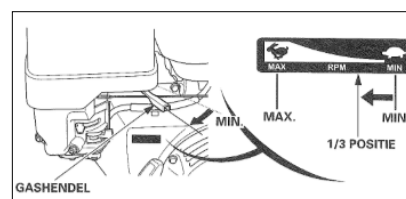
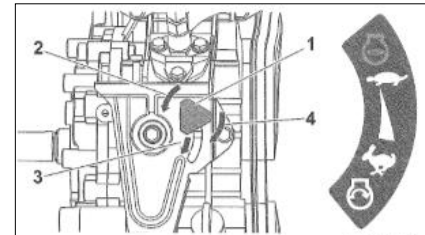

Abbildung 28
Abbildung 32
- Öffnen Sie den Gashebel etwa 1/3 (siehe Abbildung 28).
- Stellen Sie den Gasknopf in die richtige Position, indem Sie den schwarzen Knopf linksherum drehen und nach unten drücken. Wenn dieser in der richtigen Position steht, wieder rechtsherum festdrehen (siehe Abbildung 32).
- Erhöhen Sie mit Hilfe des Gashebels die Drehzahl des Honda-Motors, (siehe Abbildung 28). Erhöhen Sie die Drehzahl beim Yanmar-Motor, indem Sie den Knopf in Abbildung 32 losdrehen, in Richtung des Hasen bewegen und wieder festdrehen.
- Stoppen Sie den Honda-Motor, indem Sie den Gashebel in den Mittelstand stellen (siehe Abbildung 28) und drücken Sie den Knopf  auf dem Sender.
- Stoppen Sie den Yanmar-Motor, indem Sie den Gasknopf losdrehen, in den Stand „Stopp“ stellen, den Knopf wieder festdrehen (siehe Abbildung 32) und den Knopf  auf dem Sender drücken.